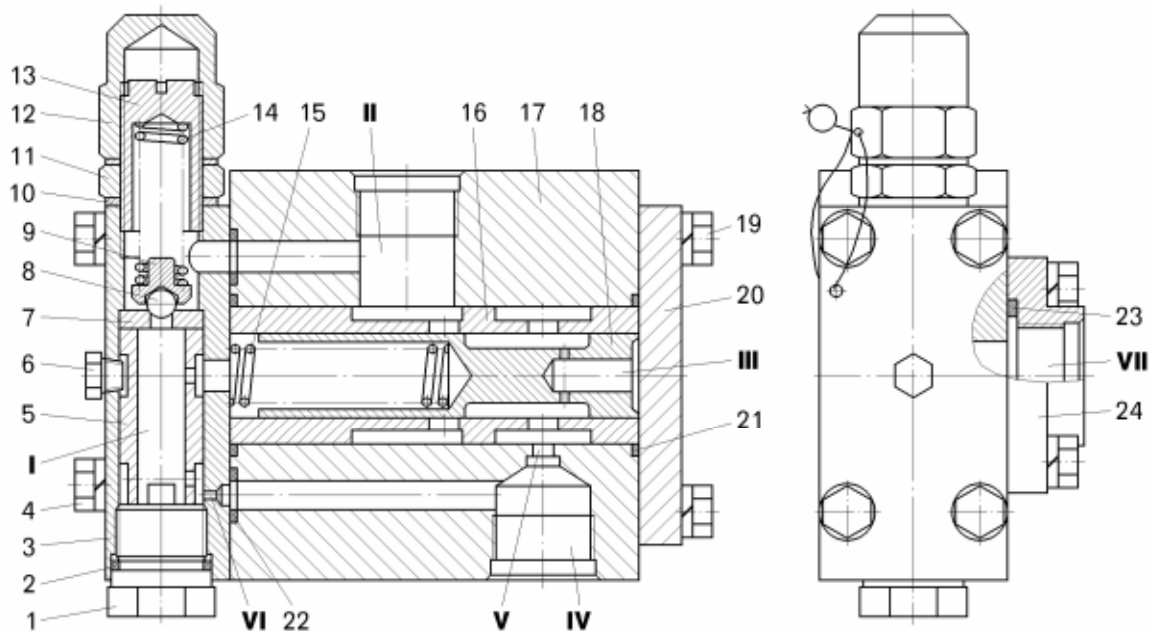

Рисунок 11.7 – Клапан-регулятор:
- отвернуть четыре болта 19 (рисунок 11.7) и снять крышку 20;
Проверьте визуально состояние поверхностей деталей *клапана-регулятора* (смотри рисунок 11.7). Наличие ржавчины, вмятин на сопрягаемых поверхностях, задигов и сколов на поверхностях гильзы 16 и золотника 18 не допускаются.